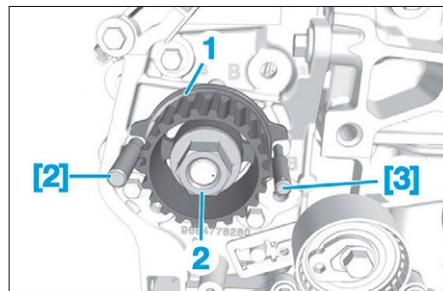

FIG. 38
- l'outil [3] mis en place lors de la dépose de la courroie de distribution (Fig.38).
- Immobiliser la poulie de pompe haute pression (1) avec l'outil [2] et déposer la vis (2).